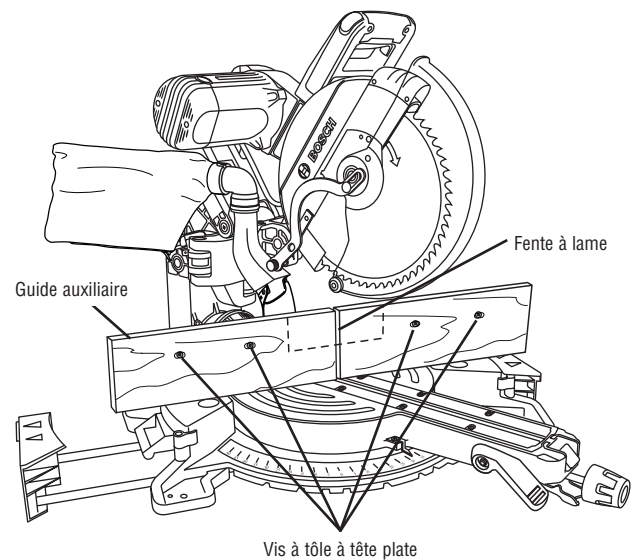
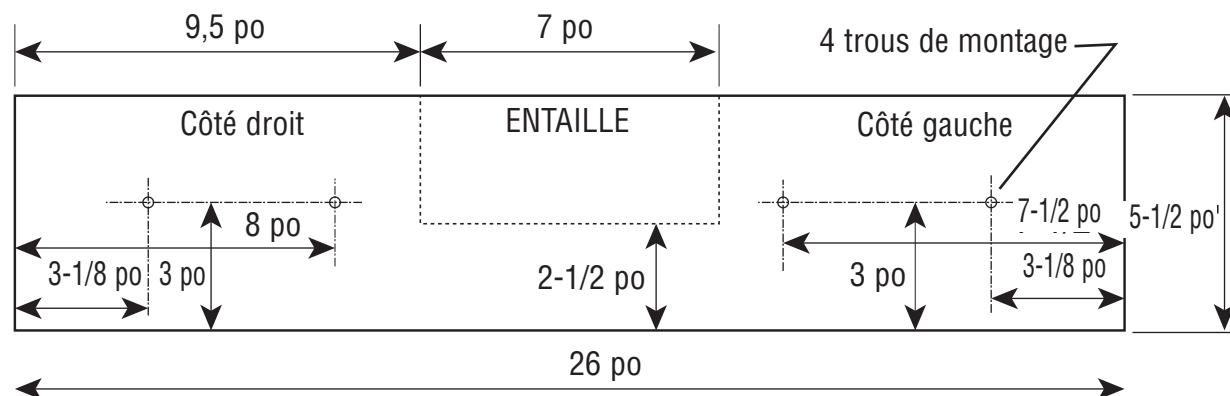

Figure 37. Guide auxiliaire
Figure 38. Guide auxiliaire en bois haut – 3/4 po d'épaisseur
1. Placez une pièce de bois contre le guide de la scie à onglet (voir Figure 37). (Le bois peut avoir une hauteur maximum de 4 1/2 po.). Assurez-vous que la tête ne gêne pas le guide auxiliaire. Voir le dessin de dimensionnement – Figure 38.
4. Attachement depuis le devant du guide : fixez le(s) guide(s) auxiliaire(s) à l'aide de deux (2) vis à machine à tête fraisée de 3/16 po. Avec un guide auxiliaire de 3/4 po d'épaisseur, utilisez des vis de 1-1/2 po de long. Fixez-les derrière le guide en métal à l'aide de rondelles et d'écrous à machine.
7. Lorsque vous effectuez des coupes coulissantes, il faut faire une entaille au centre selon le modèle (voir Figure 38).